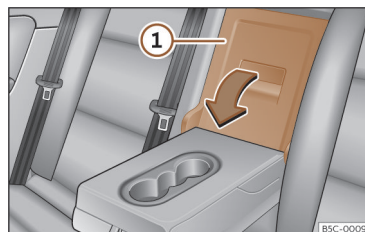

Fig. 198 No encosto do banco traseiro: abertura da tampa.
- Puxe a alavanca de desbloqueio no sentido da seta e rebata completamente a tampa >>> **Fig. 198** ① para a frente.